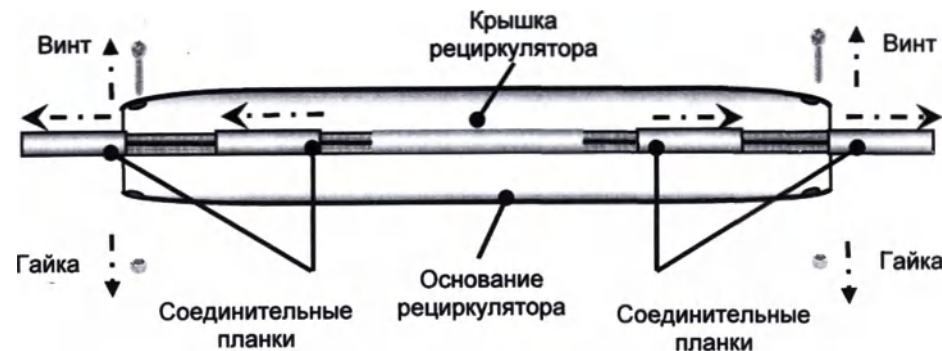

Рис.7
- Сдвинуть и снять соединительные планки по боковым сторонам корпуса Рециркулятора (рис.7).